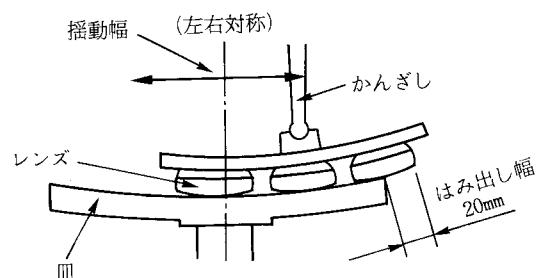

図1-6 振動幅のセット
- ・主軸回転軸に対し左右対称の揺動位置で、レンズが砂かけ皿より約20mmはみだように、クランク位置のセットを行う（図1-6、写真1-17）。
- ② 上軸安全装置の高さのセットを行う（写真1-18）。